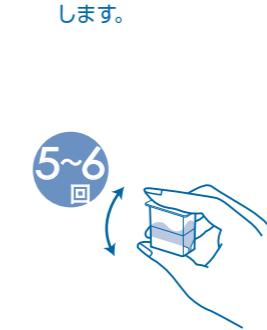

図11
- ⑪専用カップに蓋をして、強く押さえながら5~6回振り混ぜて均一にし、蓋をはずします。(図11)